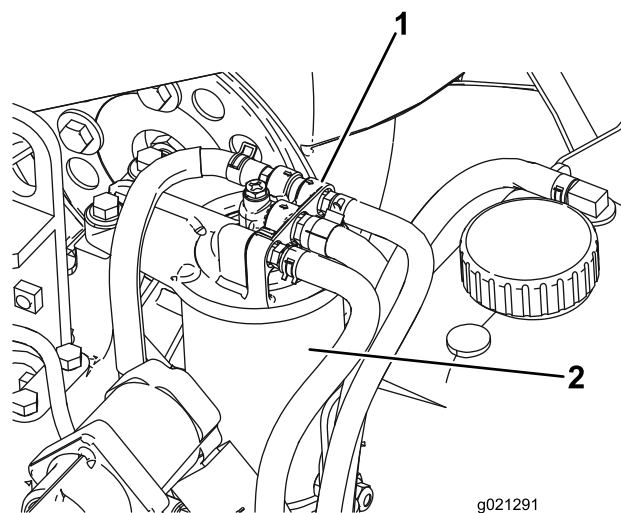

Figure 93
1. Nettoyez la surface autour de la tête du filtre à carburant (Figure 93).
2. Déposez le filtre et nettoyez la surface de montage de la tête du filtre (Figure 93).